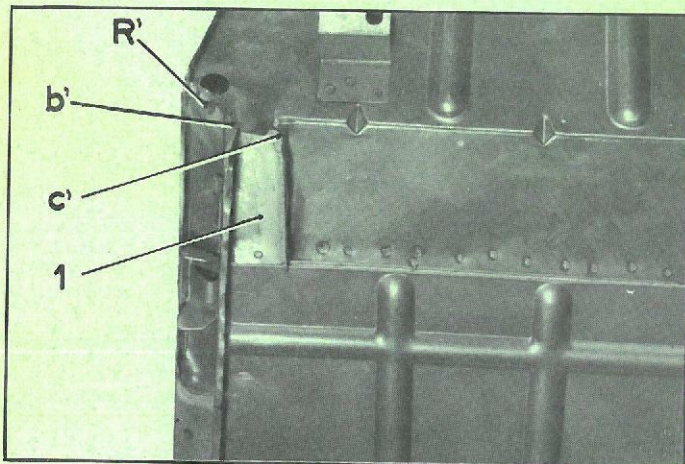

Fig. 2
- R et symétriquement (fig. 2)
- b et symétriquement (fig. 2)